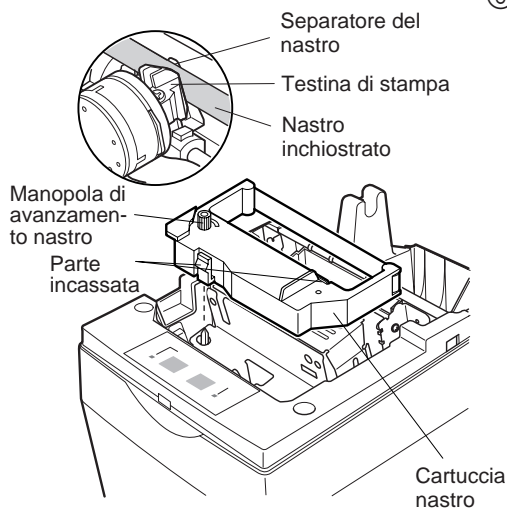

Fig. 6-2 Inserimento della cartuccia nastro
- ① Spegner la stampante.
- ② Sollevare il coperchio di 3 cm circa. Tenere il coperchio inclinato a questa angolazione e tirarlo verso di sé per rimuoverlo.
- ③ Inserire la cartuccia nastro nella direzione mostrata nella Fig. 6-2 e premerla in basso per caricarla. Se il caricamento della cartuccia nastro non è soddisfacente, premere in basso la cartuccia nastro girando la manopola di avanzamento nastro in direzione della freccia.
- ④ Girare la manopola di avanzamento nastro della cartuccia nastro in direzione della freccia per eliminare l'allentamento del nastro.
- ⑤ Montare il coperchio con il procedimento inverso a quanto descritto al punto ② sopra.